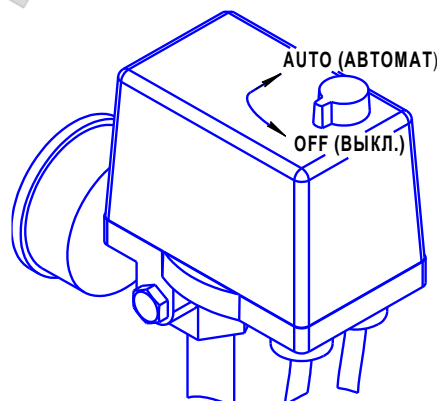

Рисунок 3
- 1 Проверьте, чтобы выключатель на прессостате находился в выключенном положении "OFF" (см. рисунок 3).
- 1 Выключить компрессор выключателем на прессостате. Для этого необходимо переключить выключатель в положение "OFF" (см. рисунок 3). После этого остановится электродвигатель и произойдет сброс давления из нагнетательного воздухопровода и поршневого блока.